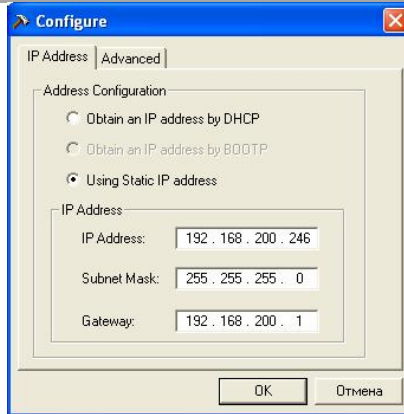

Abbildung 8 IP-Adresse für RPS
1. Klicken Sie auf einen angezeigten RPS und dann auf **Konfigurieren** oder doppelklicken Sie einfach auf den RPS. Die Seite für die IP-Adresse wird angezeigt, siehe Abbildung 8